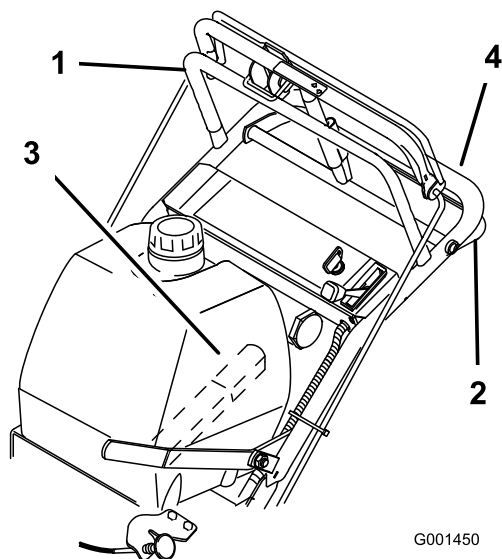
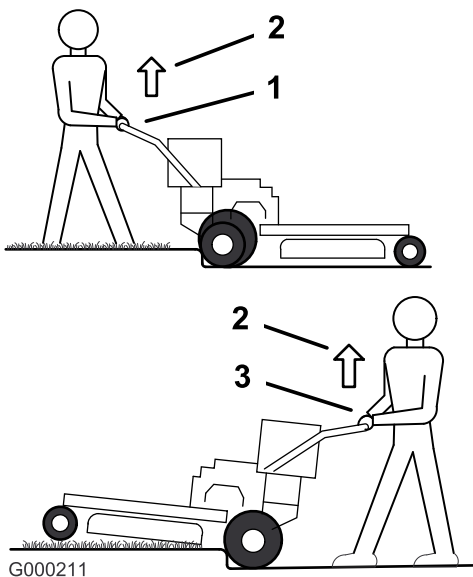
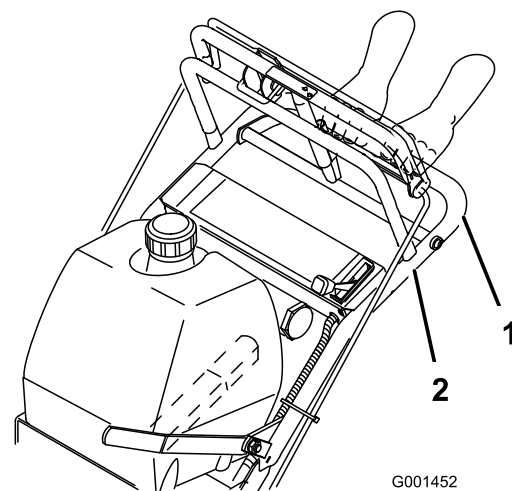

Figure 10
Figure 11
Figure 12
1. Pour vous déplacer en marche avant, sélectionnez une vitesse en marche avant (Figure 10).
3. Appuyez lentement sur la barre de commande supérieure pour avancer (Figure 10).
Pour vous déplacer en ligne droite, appliquez une pression égale aux deux extrémités de la barre de commande supérieure (Figure 10).
Pour tourner, relâchez la pression sur le côté de la barre de commande supérieure dans la direction que vous voulez prendre (Figure 10)
3. Rapprochez lentement la barre de commande inférieure de la partie inférieure du guidon pour vous déplacer en marche arrière (Figure 10).
3. Conduisez la machine jusqu'à ce que les roues pivotantes touchent la bordure (Figure 11).
4. Appuyez sur le guidon pour soulever l'avant de la machine (Figure 11).
5. Conduisez la machine jusqu'à ce que les roues motrices touchent la bordure (Figure 11).
6. Abaissez l'avant de la machine (Figure 11).
7. Engagez la barre de commande inférieure et soulevez la partie inférieure du guidon simultanément pour monter sur la bordure (Figure 10 et Figure 11).
3. Conduisez la machine jusqu'à ce que les roues motrices touchent la bordure (Figure 11).
4. Engagez la barre de commande inférieure et soulevez la partie inférieure du guidon simultanément (Figure 10 et Figure 12).